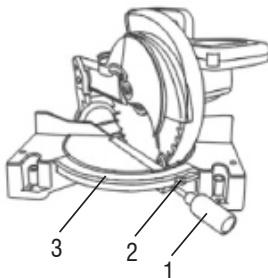

Fig. 22 – Cortes 45°
- 1 - Gire la traba de la mesa (1) en el sentido contrario a los punteros del reloj, Fig. 22;
- 2 - Presione la traba del disco (2), para destrabar el disco;
- 3 - Gire el disco de la máquina para el ángulo de 45°, verifique el ángulo en la escala de la base (3);
- 4 - Trabe el disco girando la traba de la mesa (1) en el sentido de los punteros del reloj;